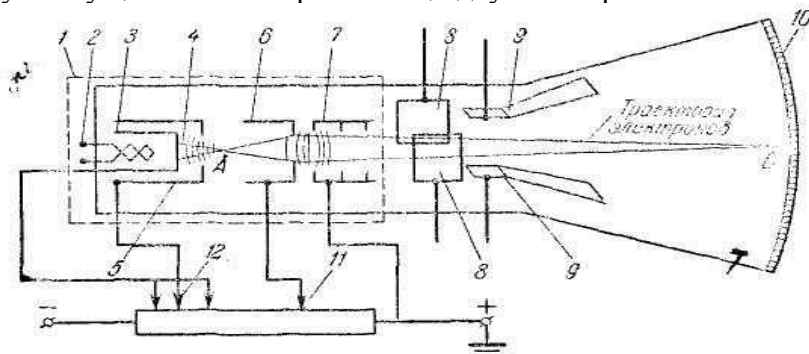

Рис. 1
Зарисовать в тетрадь рис. 1 и разобраться в выводе формулы (8) из дополнительных материалов; записать его в тетрадь. Ознакомиться с описанием электронного осциллографа, включая раздел: «Непосредственная подача исследуемого напряжения на отклоняющие пластины».
На рис. 1 показано схематическое устройство электронно-лучевой трубки. Она состоит из электронной пушки 1 (выделена пунктиром на рисунке), отклоняющих пластин 8 и 9, рас-
Цифрами 8 и 9 на рис. 1 отмечены вмонтированные в трубку горизонтально и вертикально отклоняющие пластины. Если к пластинам какой-либо пары приложено напряжение, то электронный луч отклоняется. Величина этого отклонения пропорциональна напряжению между пластинами. На вертикально расположенные пластины 8 подается обычно напряжение от генератора развертки, которое заставляет пятно двигаться на экране в горизонтальной плоскости. Если на пару горизонтально расположенных пластин 9 подать исследуемое периодически меняющееся напряжение, то пятно будет перемещаться по экрану в вертикальной плоскости. Таким образом, одновременное действие обеих пар пластин на электронный луч позволяет наблюдать на экране изменение исследуемого напряжения во времени.